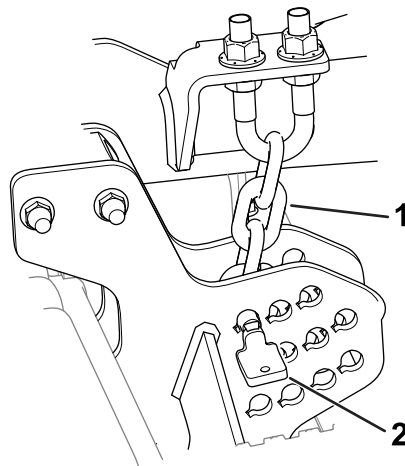

图 10
1. 取下将剪草高度链条固定到滚刀组后部的固定销图 10。
固定销应安装到最低的剪草高度链节。链条应该垂直垂下 **图 10** 不得扭曲。